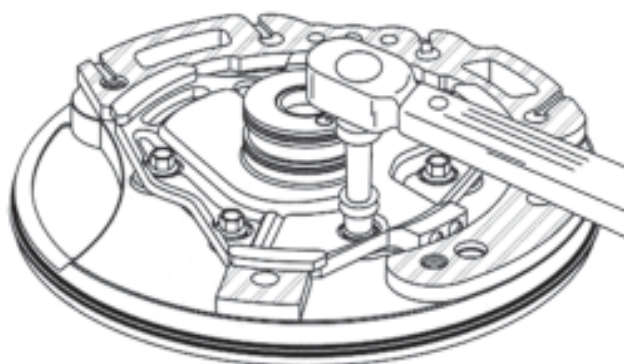

Figura 62
18. O torque para os seis parafusos é de 13 N-m (10 lb.ft.), conforme ilustrado na Figura 62.